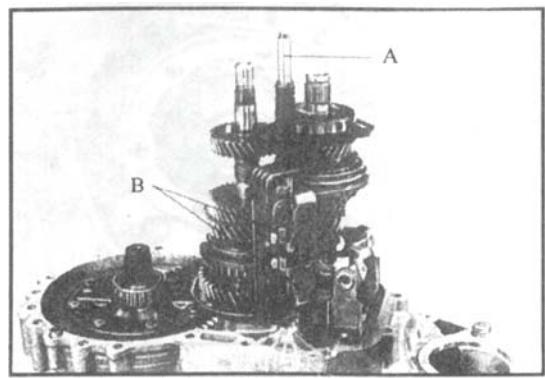

图 4-25 拆卸变速器 (十六)
(16) 取下变速叉轴及其上下弹簧，拿出五档拨叉导块总成，倒档拨叉导板，三、四档拨叉，一、二档拨叉，如图 4-25 所示。